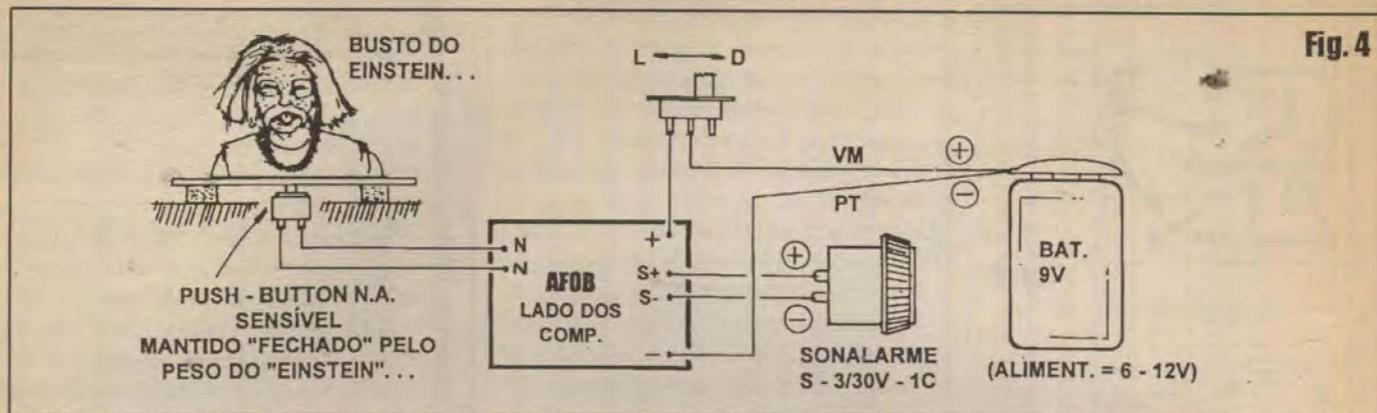

Fig. 4
- FIG. 4 - CONEXÕES EXTERNAS À PLACA - A figura ao mesmo tempo detalha as conexões a serem feitas *da placa pra fora* e uma das possibilidades práticas de utilização (na proteção contra roubo de um objeto qualquer...). A placa continua vista pela face *não cobreada* (agora não importam os componentes já colocados *sobre* ela, e assim eles não são considerados no diagrama...). Observar as conexões
específicas, com o uso de *push-buttons* N.F., do tipo normalmente usado em portas de geladeira ou portas de carro... Se um sensor desse tipo for adaptado a uma versão de arranjo que inclua parte da idéia mostrada na FIG. 4 e parte do diagrama 5-A, teremos um conjunto que reagirá (depois da carência...) à colocação de um peso sobre ele (e não à remoção do peso, como nos exemplos anteriores...)! Reafirmamos: é só pensar um pouco, que soluções as mais fantásticamente simples e eficientes surgirão... Confiamos no tato de vocês, no que diz respeito à criatividade! Ainda na FIG. 5 (item B) temos um interessante adendo para quem pretenda usar o circuito básico do AFOB no controle de cargas mais pesadas do que o original sinalizador piezo... Para tanto, basta ligar aos pontos S+ e S- do impresso (o sinalizador piezo, no caso, não será utilizado...) os terminais de bobina de um relê (para 6 a 12 VCC) cujos contatos operacionais possam manejar uns 10 ampéres (parâmetros bastante convencionais, traduzidos em componentes fáceis de encontrar em qualquer bom revendedor de componentes eletrônicos...). Com tal arranjo, ao invés do som emitido, teremos a energização do relê, e conseqüente fechamento dos seus contatos N.A. (simultâneo à abertura do setor N.F. dos contatos reversíveis...). A inteligente utilização dos contatos de potência ampliará muito o leque de possibilidades aplicativas do AFOB...! Por exemplo: será fácil estruturar um sistema de porta automática (com abertura comandada por